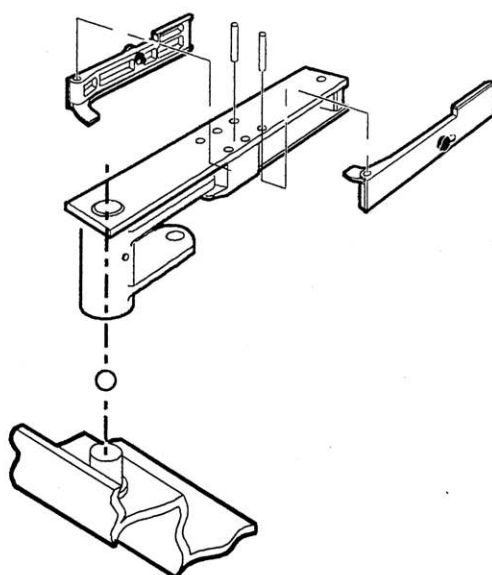

Fig. 6
- minimalna odległość między dolną krawędzią bramy jak na rys. 6/a (gdzie „s” jest grubością wspornika prowadzącego)
2) ustawić w poziomie kasetę nośną przestrzegając wskazówek z rys.6/a-b. Środek trzpienia zębatego powinien być dokładnie wyosowany z osią obrotu skrzydła.
Fig. 6 a
Fig. 6 b